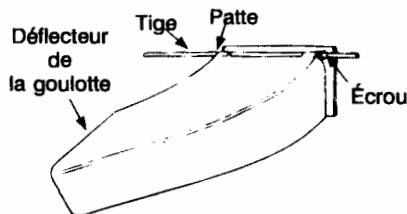

Figure 7
- Glissez la tige dans le bord supérieur du déflecteur de la goulotte pour que la patte de la tige se trouve sur la gauche du déflecteur. Si elle est correctement assemblée, la tige dépasse davantage sur la gauche que sur la droite. Voir la figure 7.